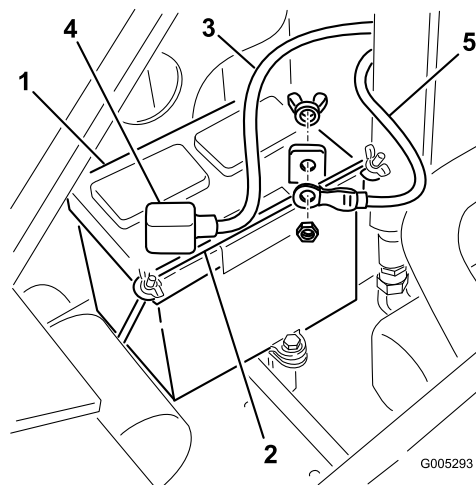

Figura 27
4. Retire las tuercas de orejeta y la barra que fijan la batería (Figura 27).
9. Instale la batería en el chasis (Figura 27).
10. Sujete la batería en el chasis (Figura 27).
batería (Figura 27). Deslice la cubierta de goma sobre el borne de la batería.
12. Usando el perno y la tuerca de orejeta suministrados con la batería, conecte el cable negativo (negro) al borne negativo (-) de la batería (Figura 27).